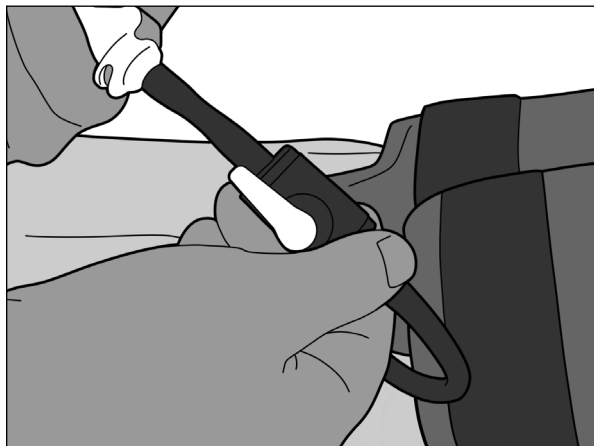

Fig. 18
5. Efter 2 minuter öppnar du ventilen genom att vrida ventilen i linje med slangen (Fig. 18).